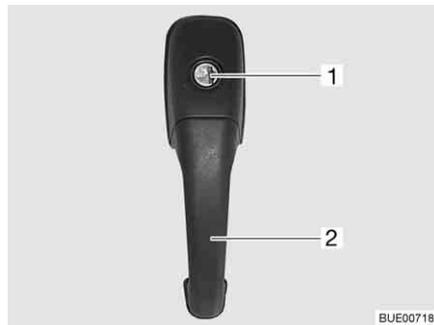

Fig. 43 Fechadura da porta de entrada, lado de fora
- Meta a chave no canhão da fechadura (Fig. 43,1) e gire até a fechadura da porta estar destrancada.
- Puxe o manipulador da porta (Fig. 43,2). A porta está aberta.
- Meta a chave no canhão da fechadura (Fig. 43,1) e gire até a fechadura da porta estar trancada.